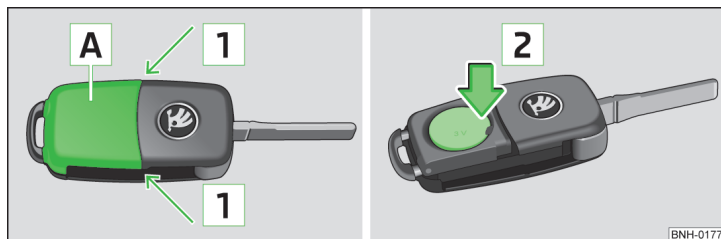

Fig. 190 Démontez le cache / retirez la pile
- Pousser le cache de la pile **A** » fig. 190 avec le pouce ou un tournevis plat au niveau des flèches **1**.